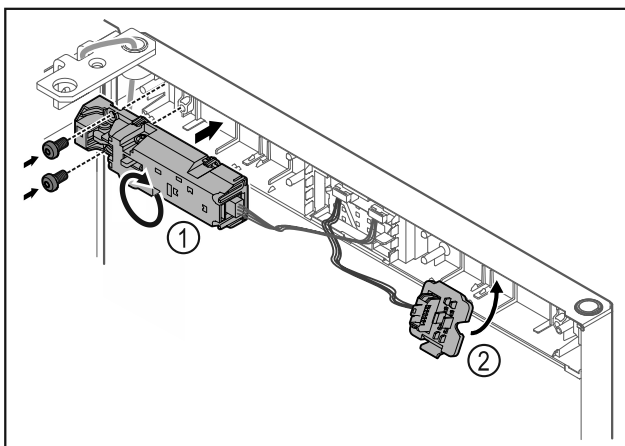

Fig. 19
- ▶ Pasukite nuotolinį užraktą Fig. 19 (1) 180° ir pritvirtinkite priešingoje pusėje.
- ▶ Užfiksukite kištuko laikiklį Fig. 19 (2) priešingoje pusėje.